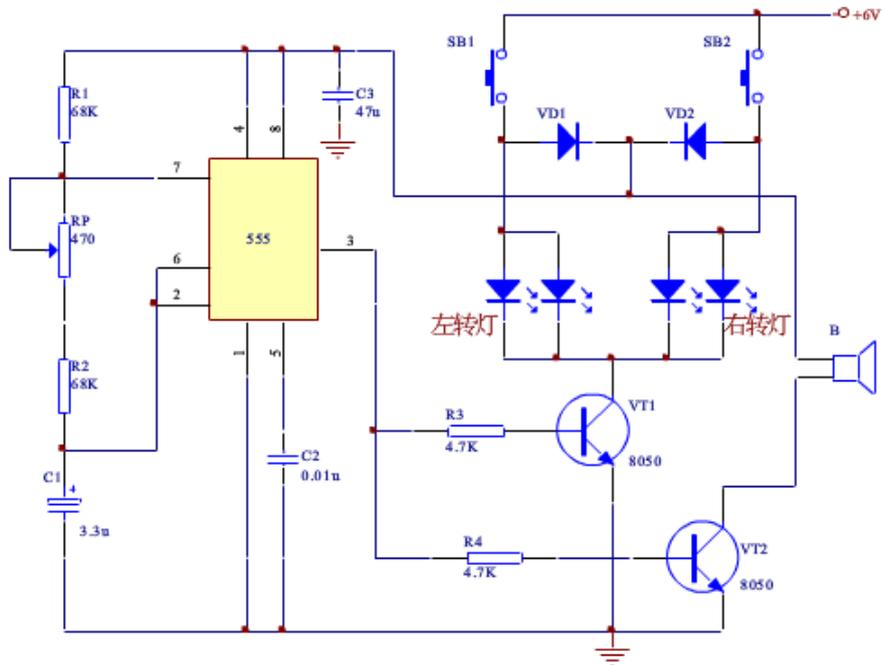

图 22-1 自行车电子转向灯电路
**二、工作原理** 自行车电子转向灯电路如图 22-1 所示，用 555 时基电路接成自激多谐振荡器，当 SB1/SB2 均未按下时，整个电路不消耗电能。若按下 SB1，正电源经 VD1 加到 555 时基电源端及 8 脚，电路即起振。3 脚方波脉冲，经 R3 送至 VT1 的基极，使 VT1 导通与截止，左转向灯闪烁发光，同时 VT2 也导通与截止，驱动扬声器 B 发出与同步的响声。若按下 SB2，555 时基电路通过 VT2 起振，VT1、VT2 也同样导通与截止，但闪烁发光的将是右转向灯，同时驱动扬声器 B 发出与同步的响声，左转向灯不亮。